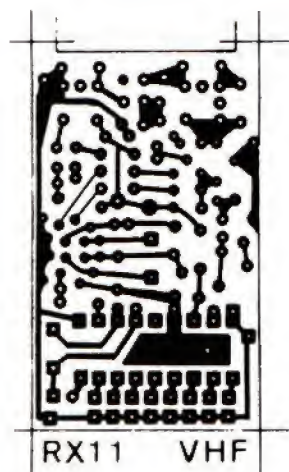

Figure 10
- **Circuits imprimés.** Les figures 10 à 13 donnent les tracés des deux faces de chaque platine, toutes deux avec plan de masse au recto. Utiliser de l'époxy de 15/10. On réalisera les plaquettes par méthode photo. L'auteur peut fournir sur demande les films des CI pour tirage aux UV. A noter que si des demandes en nombre suffisant lui étaient envoyées, l'auteur pourrait aussi organiser une commande groupée de circuits prêts à l'emploi. Même chose pour une commande groupée de quartz chez Matel.